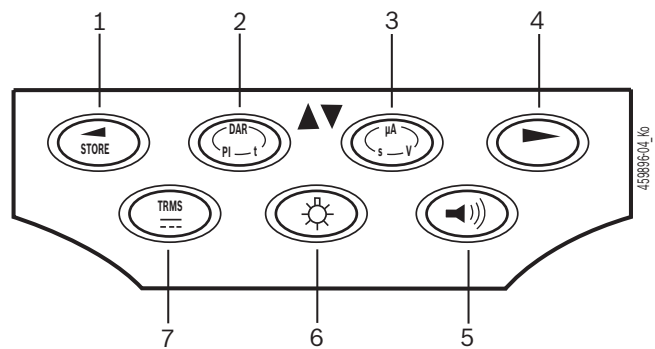

Fig. 3: Funktionsknappar FSA 050
Bakgrundsbelysningen på LCD-displayen kan aktiveras med tillkopplad FSA 050 (fig. 3, pos. 6). Bakgrundsbelysningen kopplar från sig själv automatiskt efter 20 sekunder.
Summern (fig. 3, pos. 5) kan tillkopplas för genomgångsmätning. Symbolen visas på LCD-displayen (fig. 5, pos. 4).
ⓘ Vid en Bluetooth-kommunikation visas **bt** (fig. 5, pos. 2) under ca. en sekund på LCD-displayen efter tryckning av urvalsknappen ► (fig. 3, pos. 4).